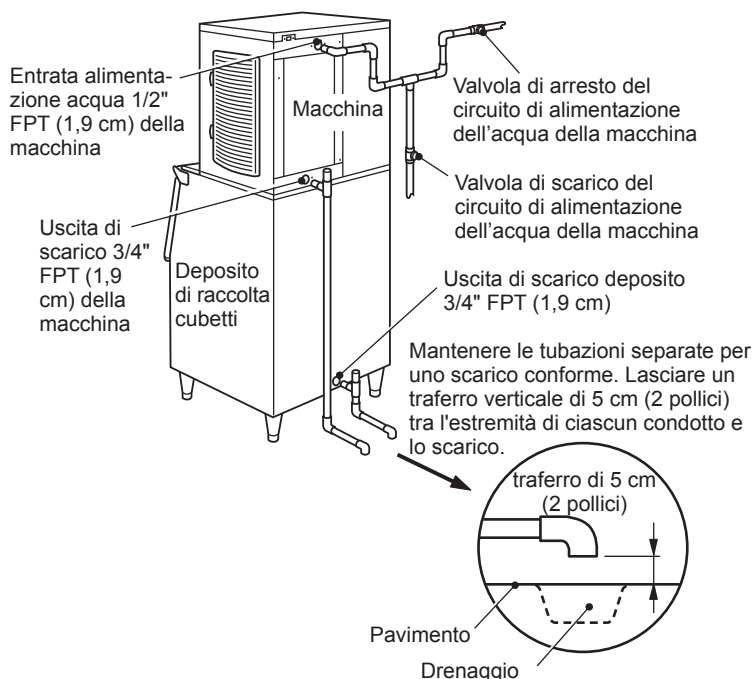

Fig. 6
- * Per un corretto flusso di drenaggio è necessario un raccordo a T forato. Vedere Fig. 6.
- * Il circuito di scarico della macchina e il circuito di scarico del deposito di raccolta/distributore devono funzionare separatamente. Vedere Fig. 6.